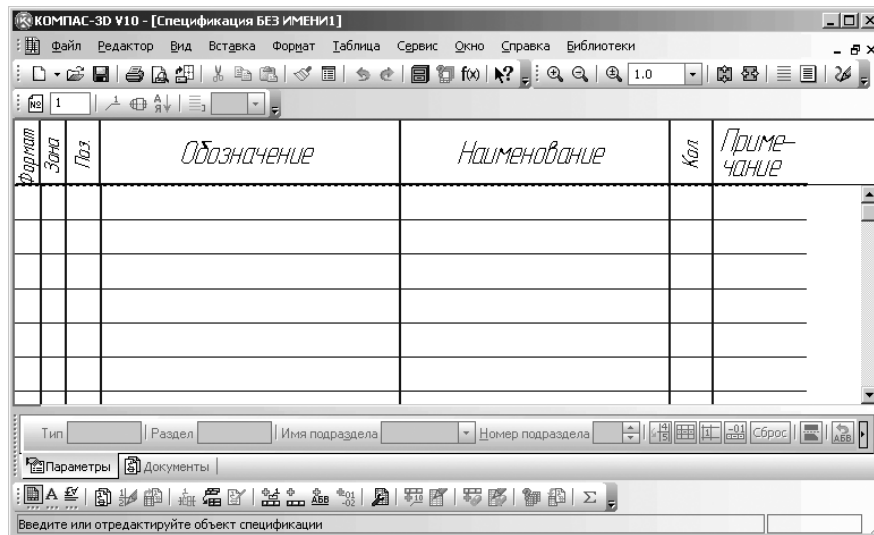

Рис. 6.100. Главное окно системы в режиме создания **Спецификации**
- щелкните в диалоговом окне **Новый документ** по кнопке **ОК**. Появится главное окно системы в режиме создания **Спецификации** с бланком спецификации (рис. 6.100).